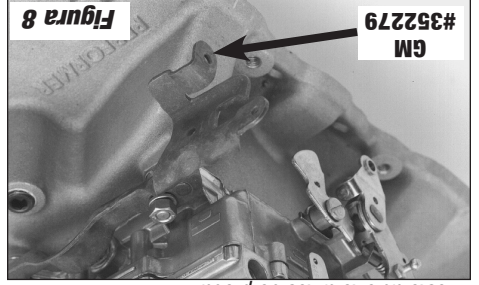

Figura 8
4. Conecte todas las articulaciones de estrangulador y de la transmisión y los resortes de retorno del estrangulador. Tal vez tenga que cortar, doblar o modificar los soportes del cable del estrangulador en existencia para que ajuste el carburador nuevo, o use GM 352279 (vea la Figura 8). Los Chevrolet de bloque pequeño 1972-78 pueden usar el estrangulador Edelbrock, la transmisión y el soporte del control de velocidad constante 8031, 8036, 8030 (cromado) u 8032 para aplicaciones Vortec/E-Tec.